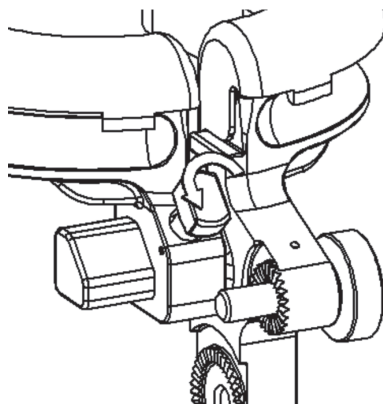

Figure 9
1. Tourner la molette de réglage dans le sens anti-horaire jusqu'à ce que le cadre fer à cheval coulissant glisse librement (Figure 9).